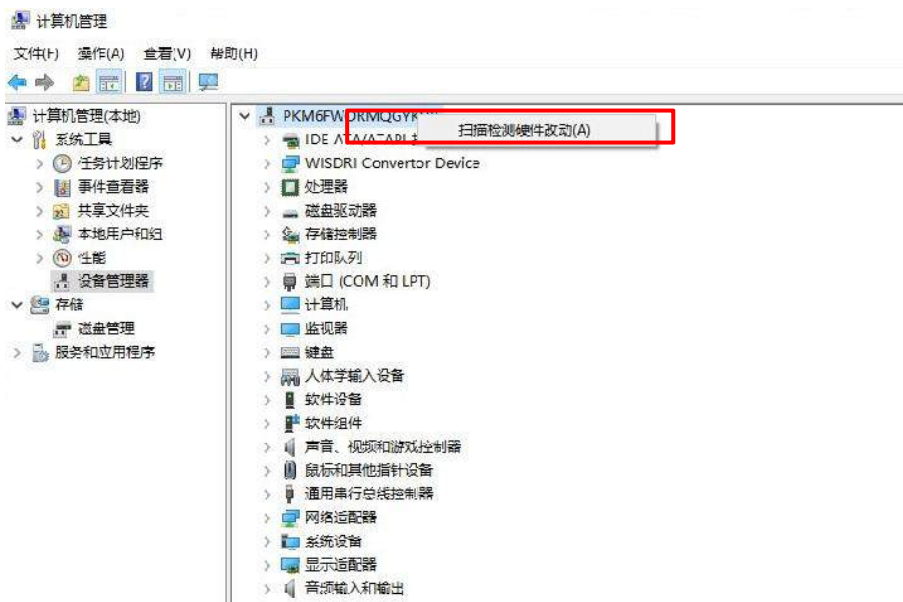
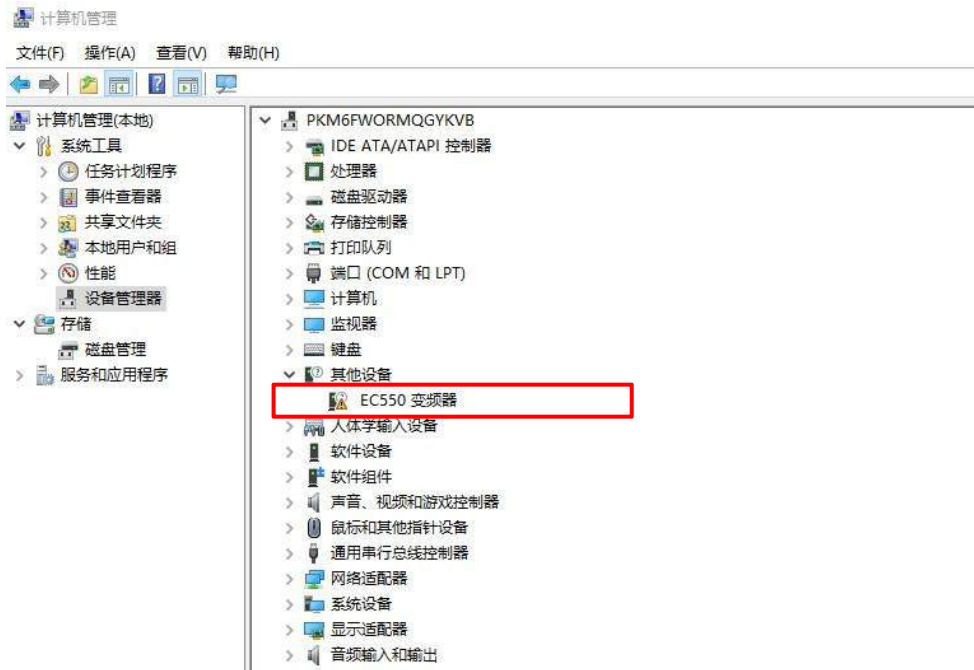

图 4-2-20. 扫描检测硬件
图 4-2-21. 其它设备
- 1) 设备连接电脑上电后，打开【设备管理器】，如图 4-2-20 所示，右击【扫描检测硬件改动】找到本设备，如图 4-2-21 红方框所示，选择【其他设备，EC550 变频器】双击设备。